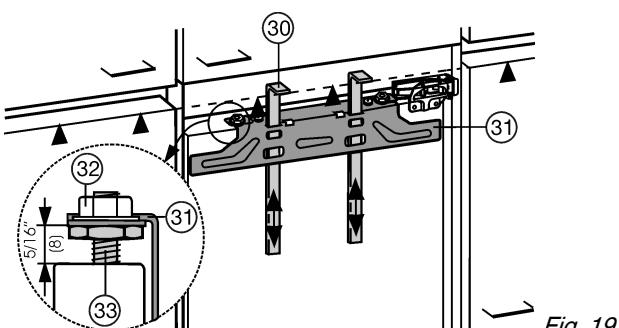

Fig. 19
- ▶ Montagehulpstukken Fig. 19 (30) op kastdeurhoogte omhoog schuiven. Onderste aanslagkant ▲ van het montagehulpstuk = onderkant van de aan te brengen kastdeur.
- ▶ Bevestigingsdwarsstrip Fig. 19 (31) via de contramoeren Fig. 19 (32) losdraaien.